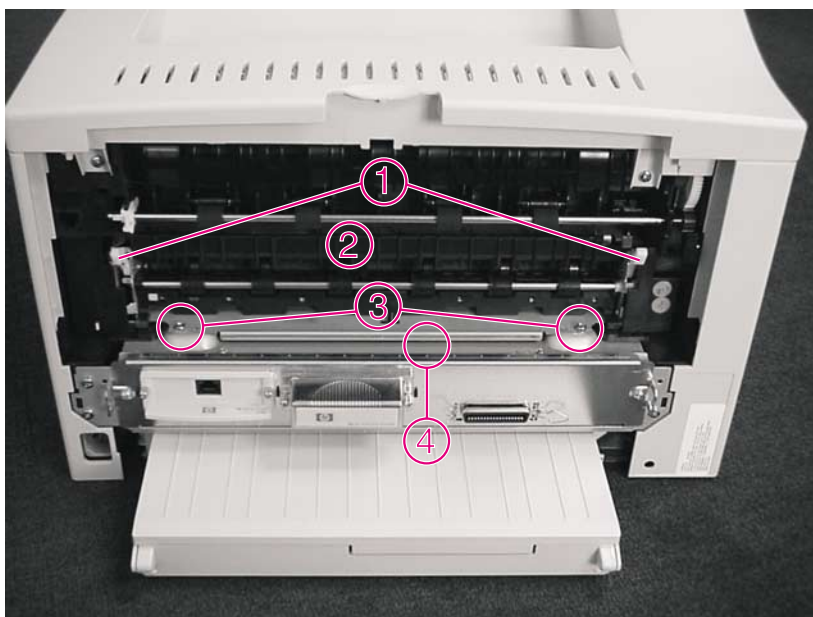

Figura 18 Rimozione del fusore (vista posteriore della stampante)
- 4 Sul retro della stampante, rimuovere le due viti (Figura 18, elemento 3) mantenendo il fusore (elemento 2) nel telaio.
- 5 Utilizzare un cacciavite a taglio di piccole dimensioni e sollevare fino all'area 4 indicata nella Figura 18 per sganciare il gruppo fusore. Afferrare le maniglie verdi (elemento 1) e tirare con forza per estrarre il fusore dal telaio.